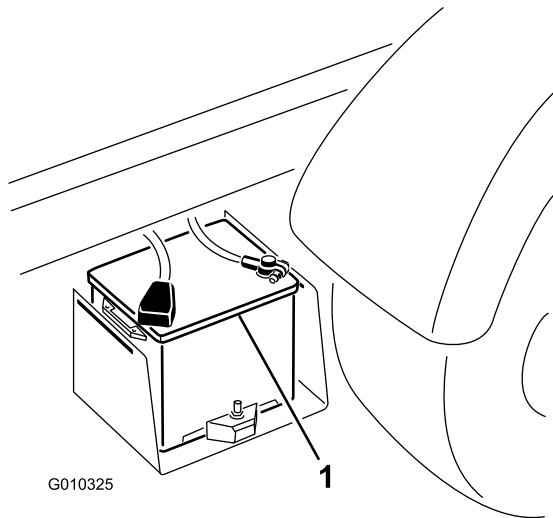

Figura 62
2. Ligue um cabo entre os pólos positivos das 2 baterias (Figura 62).